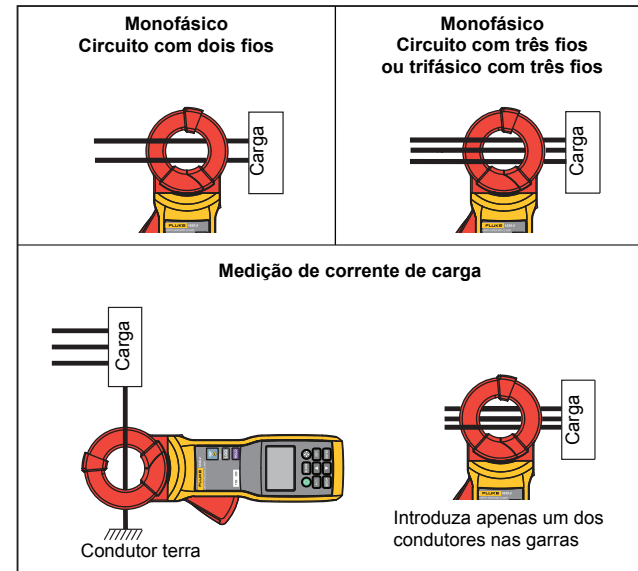

Figura 9. Medição de corrente de fuga CA
4. Prenda a Pinça no eletrodo, condutor ou vareta de terra para fazer a medição. A figura 9 mostra vários tipos de conexão para a medição de corrente de fuga CA.